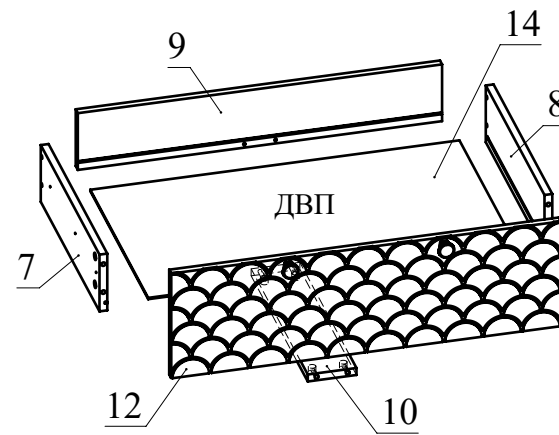
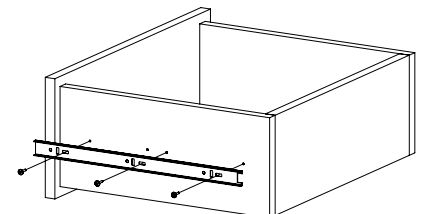

Рис.9
Рис.10
9. Соберите ящик. Для этого соедините детали 7 и 8 с деталью 9 при помощи конфирматов. Соедините деталь 10 с деталью 9 и затяните головки минификсов. Вставьте дно ящика 14 из ДВП в пазы деталей 7, 8, 9. Соедините фасад ящика с полученной конструкцией и затяните головки минификсов (Рис. 9). Закрепите внутренние планки направляющих на деталях 7 и 8 шурупами 3,5х16 (Рис. 10). При необходимости регулировки ящика выкрутите шурупы из круглых отверстий и перекрутите в овальные (продольные и вертикальные регулировочные отверстия). Не затягивая до конца шурупы, сместите ответную планку вверх-вниз. Затяните шурупы до конца.
11. Установите детали 11, закрепив при помощи евровинтов ответные планки петель на деталях 2, 3 (Рис. 9).